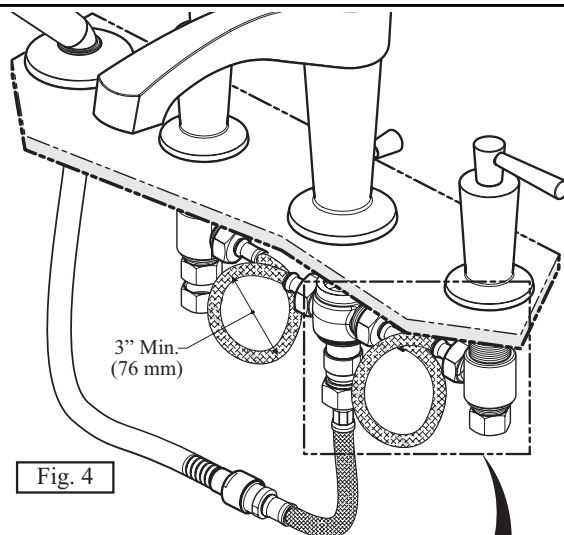

Fig. 4
**Remarque :** si l'installation du robinet nécessite que les **tuyaux d'alimentation** soient embobinés, maintenir une boucle minimum de 3" (76 mm) de diamètre (fig. 4).
**Comment:** if the faucet installation requires to coil the **supply hoses**, maintain a minimum of 3" (76 mm) diameter loop (fig. 4).